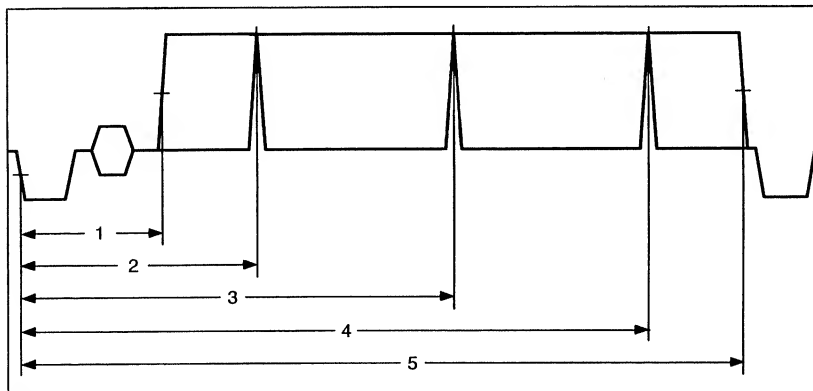

Fig. 3 Croix centrale, séquence
– direction horizontale, Fig. 3
Position de la croix centrale, Fig. 3, 4, 5